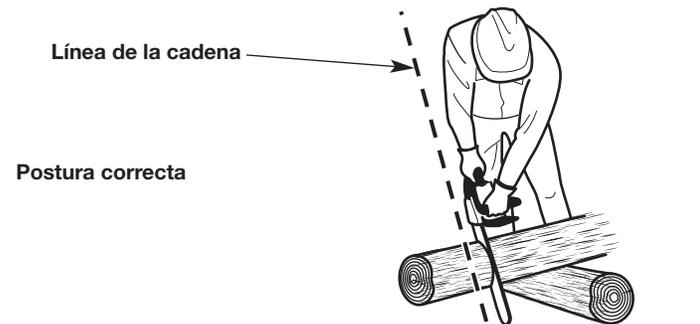
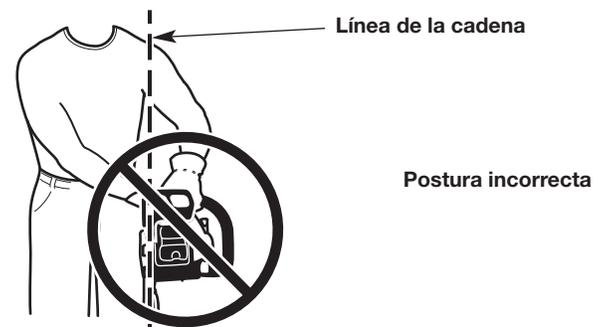

Fig. 8
Fig. 9
**ADVERTENCIA:** Utilice siempre estos lugares para las manos que se especifican a continuación independientemente de que el operador sea diestro o zurdo. Esto ayudará a mantener al operador levemente hacia la izquierda de la unidad y fuera de la línea directa de la cadena de la sierra en caso de que se produzca un contragolpe (Fig. 8 y Fig. 9). Mantenga siempre todas las partes del cuerpo a la izquierda de la línea de la cadena.